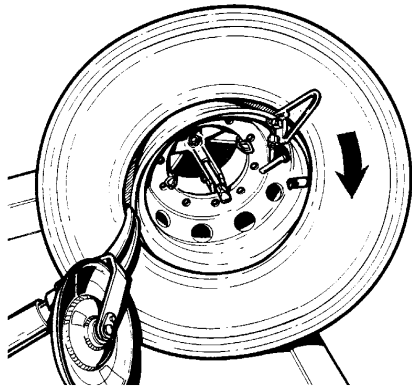

Abb.28
3. Den Spannfutterarm nach oben fahren und den Montagehaken ca. 1,5 cm von der Innenseite und ca. 1,5 cm in der Höhe von der Felge freigestellt positionieren (Abb. 28). Die Montageklemme befindet sich dabei in 11-Uhr-Stellung.